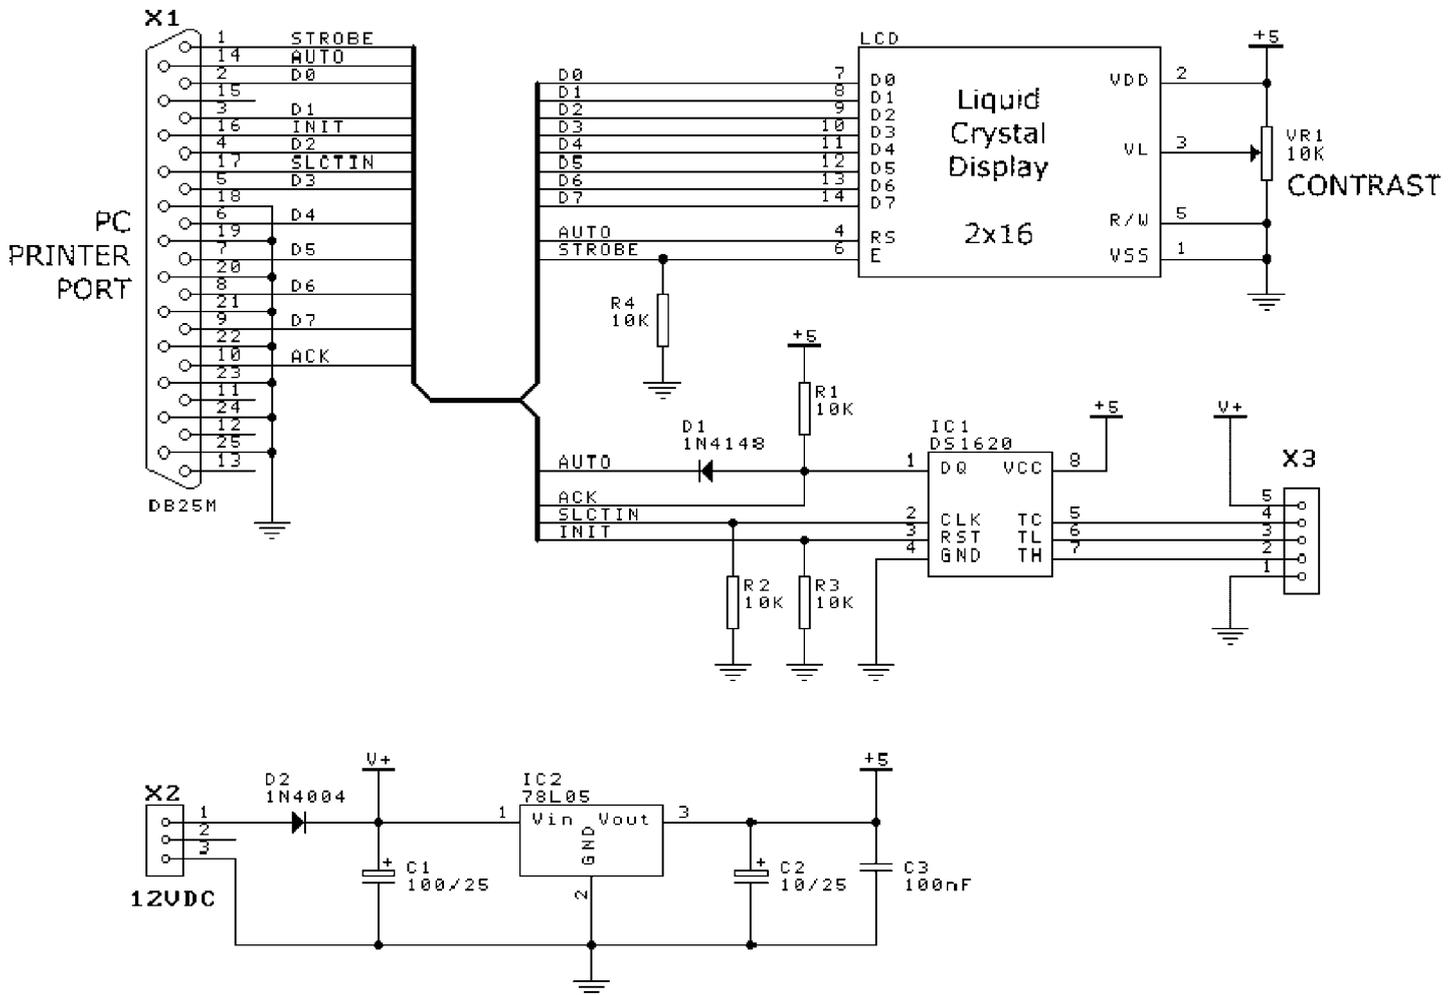

Figura 1. Esquema teórico.
Para que el visualizador funcione se necesitan ocho bits de dato, una línea de selección de registro (RS) y una línea de sincronización (Strobe, E), que se obtienen del puerto de la impresora del PC (véase el esquema de la figura 1).